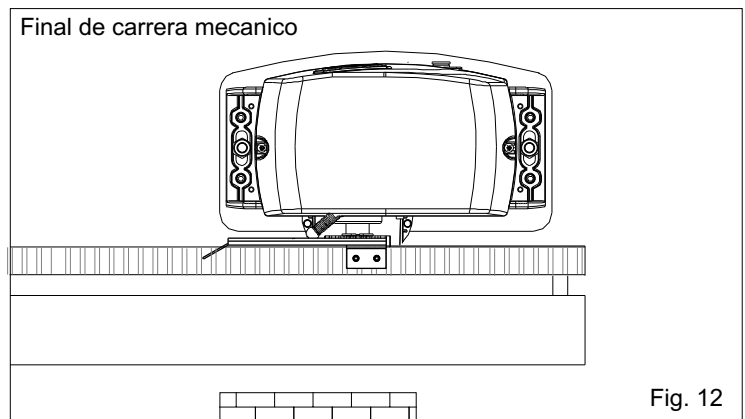
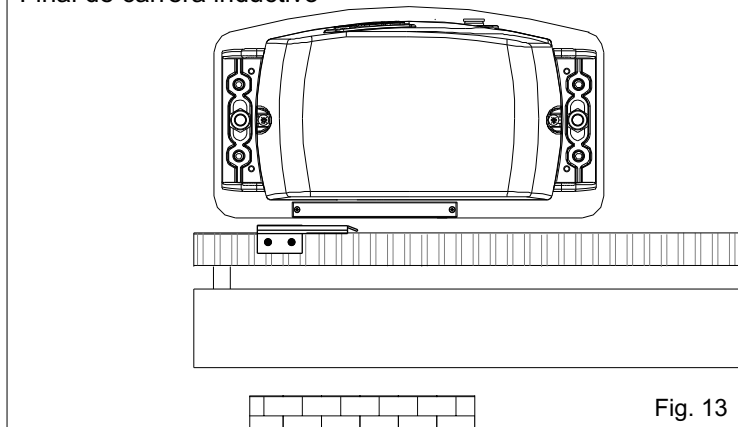
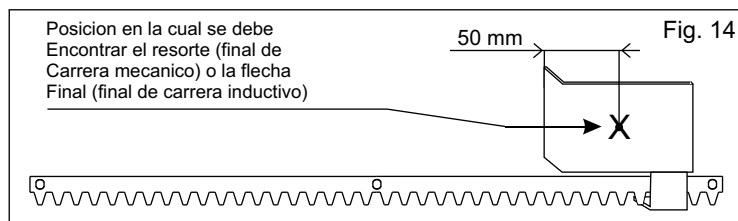

Fig. 12
Fig. 13
Fig. 14
- Posicionar la plaquita sobre la cremallera en modo de tener el final de carrera (palanquita en caso de final de carrera mecanico (Fig. 12); flechitas de indicacion puestas y en caso de final de carrera inductivo (Fig. 13)) en correspondencia con el punto x que se encuentra a 50 mm del lado doblado de la plaquita (fig. 14) y fijarla con los tornillos en dotacion (Fig. 15).
- Posicionar la plaquita en la cremallera en modo de tener el final de carrera en correspondencia del punto X que se encuentra a 50 mm del lado doblado de la plaquita (fig. 14) y fijarla con los tornillos en dotacion (Fig. 15).